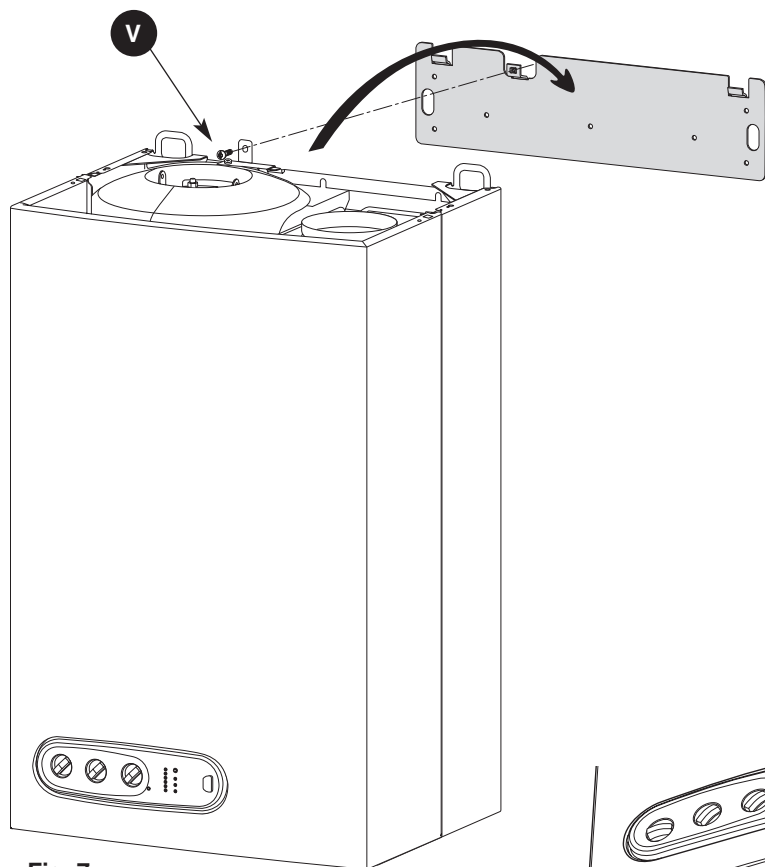

Fig. 7
- présenter la chaudière au dessus de la barrette, la laisser descendre sur la traverse d'accrochage, et monter la vis **V** de fixation du support ballon sur la traverse (fig. 7)